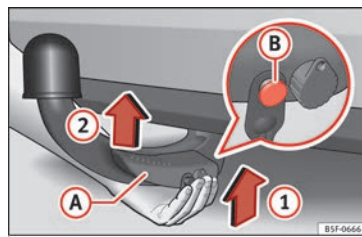

Fig. 217 Colocar bola desmontable / perno de desbloqueo en el estado desplegado
- Sujete la bola desmontable **desde abajo** » **fig. 217** y encájela en el alojamiento del gancho siguiendo el sentido de la flecha **(1)** hasta que se encastre de forma audible » **⚠**.